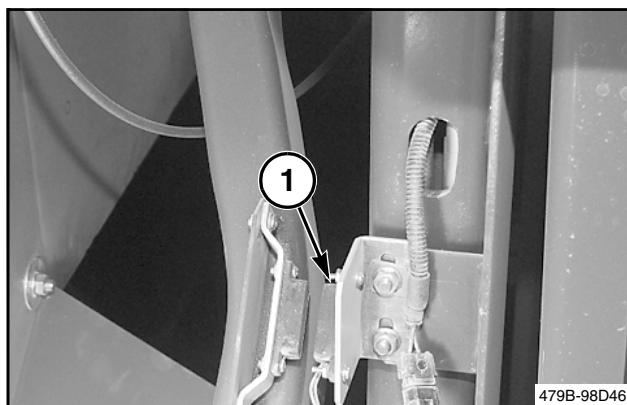

FIG. 21
FIG. 21: Kontakten til nåleudgangspositionen (1) er placeret på højre side af presserens ramme nær den højre nåleslæde-arm. Hver gang nåleslæden fuldfører en cyklus sender nålekontakten et signal om at øge balleantallet.